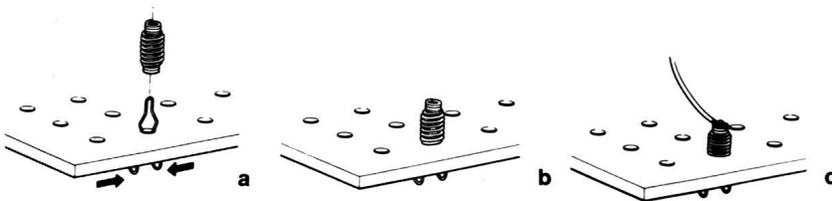

Abb. 2
- 1.6. Zum Befestigen der Kabelanschlüsse wird an der gewünschten Stelle von unten durch eine Bohrung eine Haarnadelfeder gesteckt und dann von oben eine Klemmfeder darübergeschoben. Wenn du nun die Klemmfeder ein wenig nach unten drückst, so entsteht eine Öse, in die das blanke Kabelende gesteckt werden kann (Abb. 2).